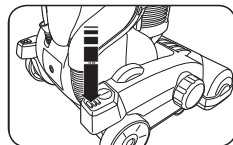

Fig. 3
1. Para encender la aspiradora, presione el pedal de encendido en el lado de la boquilla de la aspiradora (Fig. 3).